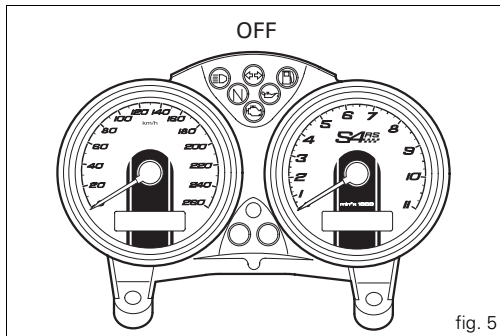
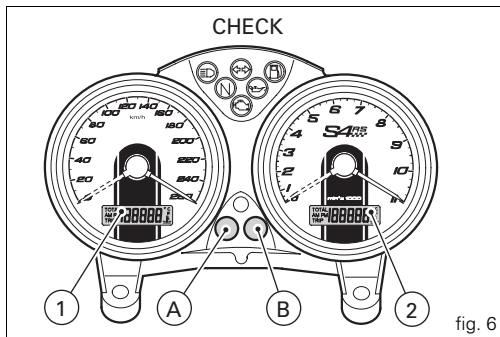

fig. 5
fig. 6
À l'allumage (en tournant la clé de contact de la position **OFF** à la position **ON**), le tableau de bord effectue le **diagnostic** de toute l'instrumentation (indicateurs à cadran, afficheurs, témoins) (fig. 5 et fig. 6).
Appuyer sur la touche (B, fig. 6), clé sur **ON**, pour basculer entre le totaliseur partiel et le compteur kilométrique et, si le témoin de la réserve est allumé, pour voir les kilomètres parcourus en réserve (fonction compteur en réserve).
Pour remettre le totaliseur partiel à zéro (LCD 1), appuyer sur la touche (B, fig. 6) pendant plus de 2 secondes quand **TRIP** (totaliseur partiel) est affiché.
Appuyer sur la touche (A, fig. 6) clé sur **ON** pour afficher l'horloge et la température de l'eau.
Appuyer sur la touche (B, fig. 6) pendant au moins 2 secondes pour afficher l'heure sur l'écran (2, fig. 6). Sélectionner **AM/PM** en appuyant sur la touche (A, fig. 6). Appuyer sur la touche (B) pour régler les heures. Appuyer plusieurs fois sur la touche (A) pour modifier l'heure. Appuyer sur la touche (B, fig. 6) pour régler les minutes. Appuyer sur la touche (A) pour faire avancer les minutes; en appuyant pendant plus de 5 secondes, les minutes défilèrent plus rapidement. Appuyer sur la touche (B) pour sortir du mode de réglage.
Quand le témoin de la réserve s'allume, l'écran (2, fig. 6) affiche « **FUEL** » et les kilomètres parcourus en réserve s'affichent sur l'écran (1, fig. 6) précédés de la lettre « **F** » (FUEL).
Si le message « **MAInt** » s'affiche sur l'écran 1, fig. 6), il indique qu'une révision est nécessaire dans le cadre de l'entretien périodique : ce message se présente chaque fois que la clé de contact reste sur ON pendant 5 secondes. Quand le message « **MAInt** » s'affiche, s'adresser à un concessionnaire ou à un garage agréé.
En appuyant sur la touche (B, fig. 6) dans les 5 secondes suivant la rotation de la clé sur la position **ON**, chaque pression sur cette touche déterminera une variation de l'intensité lumineuse du tableau de bord.